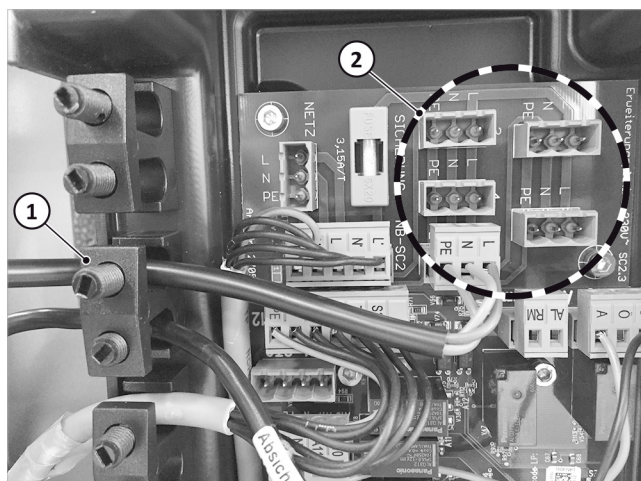

Abb. 10: Erweiterungsplatine mit 5 möglichen Steckplätzen
5. Netzkabel mit Zugentlastung → Abb. 10 (1) sichern.